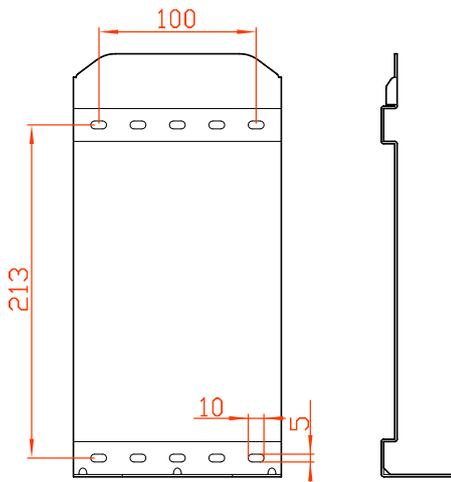
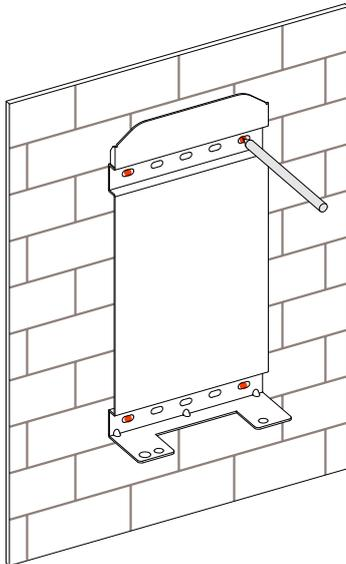

Figura 3-7 Tamaño de instalación optimizado (unidad: mm)
Figura 3-8 Marque la posición de perforación
- Paso 2 Marque la posición de los orificios de instalación en la pared según las dimensiones de los orificios de fijación del soporte de instalación (como se muestra en la Figura 3-7), y taladre cuatro orificios de  $\Phi 8.5$  mm en la pared de acuerdo con la posición marcada, como se muestra en la Figura 3-8